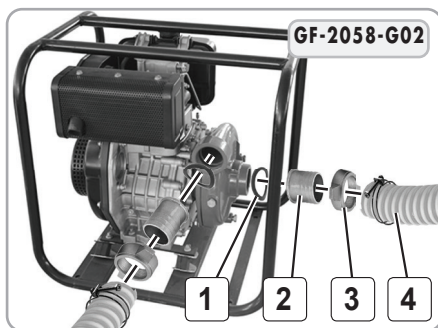

Fig.5
- pentru conectarea motopompei trebuie să folosiți furtune de aspirație/refulare cu armatură neexpandabilă fixate cu colierele (se achiziționează separat) (Fig.5);